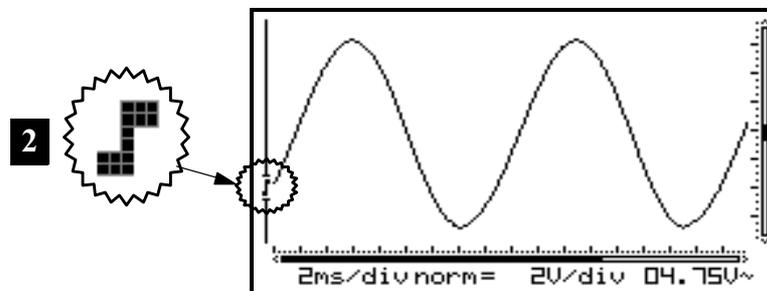

Fig 42
**2. Trigger auf der abfallenden Flanke des Signals:** Der Bildschirm zeigt das Signal erst, wenn eine negative Flanke „gesehen“ wird, d.h. das Signal muss sich von hoch nach tief verändern, damit getriggert wird(Fig. 42)